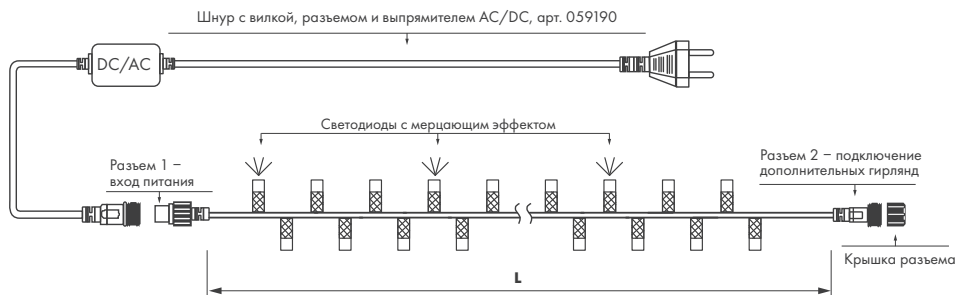

Рис. 1. Схема подключения гирлянды
3.2. Подключите гирлянду к сети электропитания AC 230 В при помощи сетевого шнура с преобразователем AC/DC (приобретается отдельно) согласно схеме на рис. 1.
ВНИМАНИЕ! Запрещается подключать гирлянду к сети AC 230 В без сетевого шнура с преобразователем AC/DC. Артикулы соответствующих сетевых шнуров указаны на схемах (см. рис. 1).